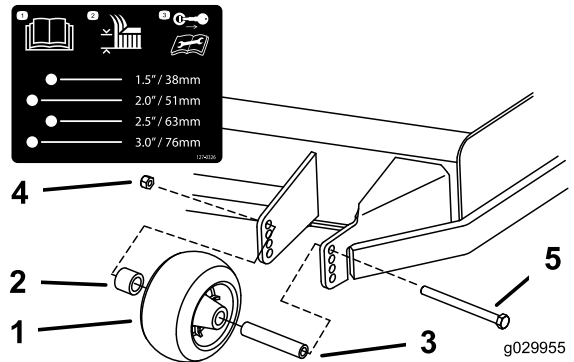
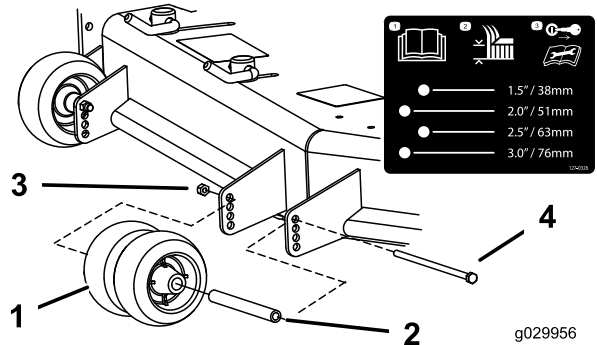
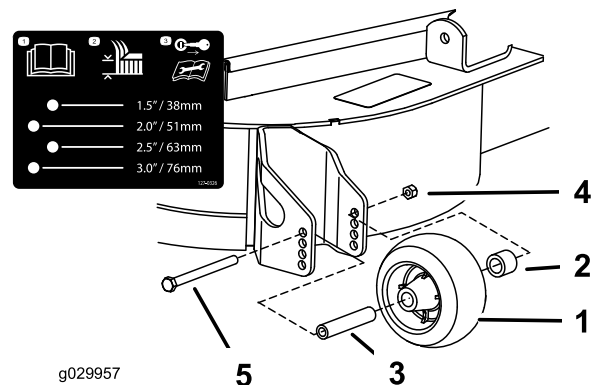

Figure 32
Figure 33
Figure 34
- Réglez les galets anti-scalp comme montré à la Figure 32, la Figure 33 et la Figure 34.